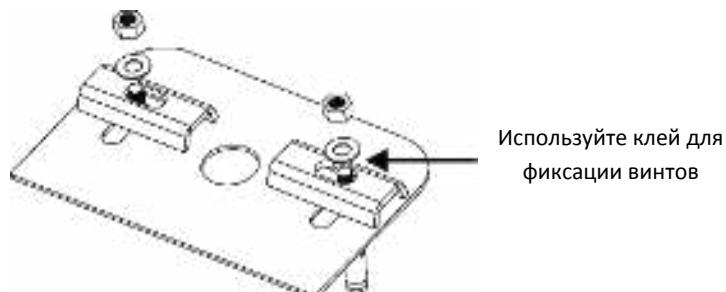

Рисунок 7
2. Правильно расположите монтажное основание, используйте клей для фиксации поверхности и резьбы анкерных болтов. Установите четыре анкерных болта для фиксации монтажного основания. Используйте горизонтальный уровень для проверки правильности установки монтажного основания. При необходимости используйте прокладки для выравнивания монтажного основания. Все четыре анкерных болта должны быть установлены правильно, по два болта на каждой стойке, как показано на рисунке (см. Рисунок 7).